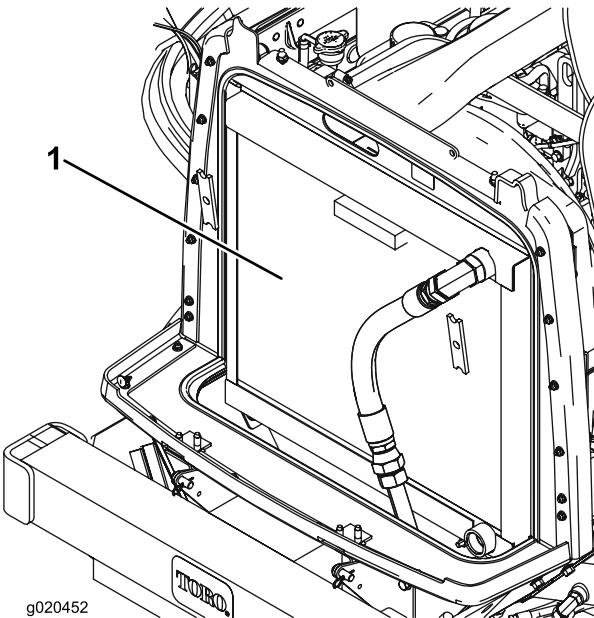

Figura 66
2. Pulite accuratamente entrambi i lati dell'area del refrigeratore dell'olio e del radiatore utilizzando aria compressa (Figura 66). Iniziate dal lato della ventola e fate uscire i detriti verso la parte posteriore. Successivamente eseguite la pulizia partendo dalla parte posteriore e soffiando l'aria verso la parte anteriore. Ripetete la procedura più volte fino a rimuovere completamente sporcizia e detriti.